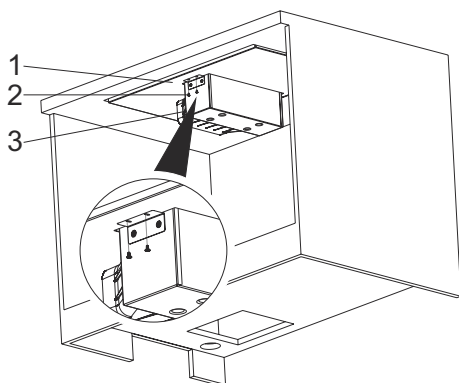

Fig. 11
4. ➔ Placér beholderen i hullet midt på kogepladen. Fastspænd den derefter med 3,5 x 9,5 skruer til kogepladen (Fig. 11).